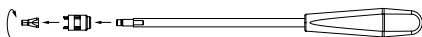

Fig. 1
- Démontez l'instrument de pose des vis de verrouillage avec une clé à fourche SW6, voir Fig. 1.